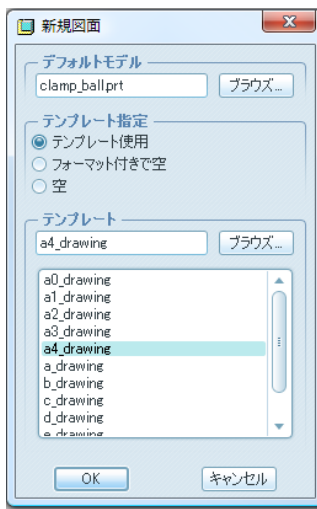
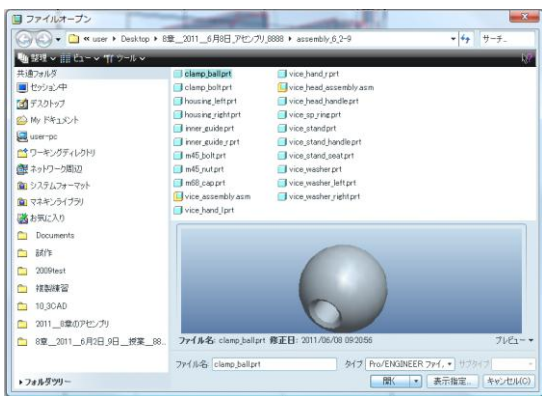

図 10-28 新規図面設定
図 10-29 ファイル リスト
2) 図 10.28 の新規図面のテンプレートに「a4.drwing」を選択し、「デフォルトモデル」の「ブラウザ」をクリックして、構成部品の「クランプ ボール」ファイルの存在するフォルダをアクセスする (図 10-29)。図 10.29 のファイル選択メニューから「CLAMP_BALL.prt」を選択する。「プレビュー」ボタンをクリックし、目的部品の形状を確認してから「開く」をクリックし、製図のデフォルトモデルとして使用する。